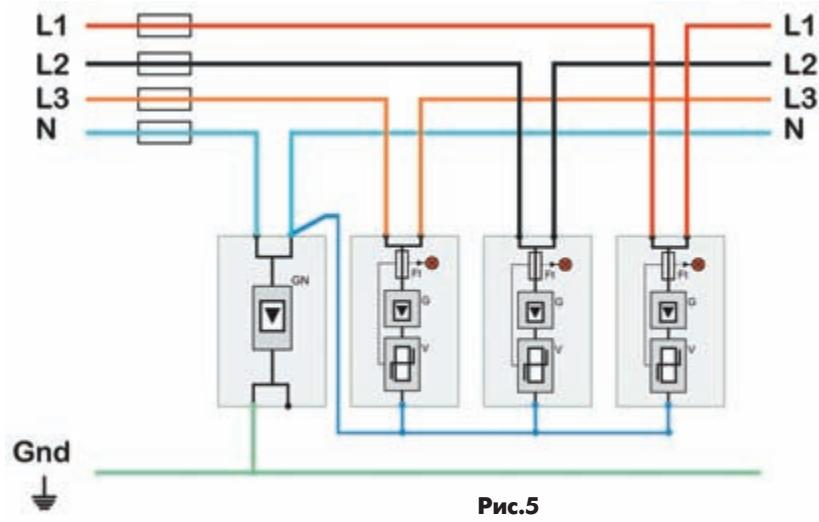

Рис.5
- V-образный тип подключения, когда рабочий ток цепи протекает по медному шунту, установленному внутри УЗИП. При таком подключении сечение ваших рабочих проводников не должно превышать максимально допустимого для УЗИП сечения (рис.5).